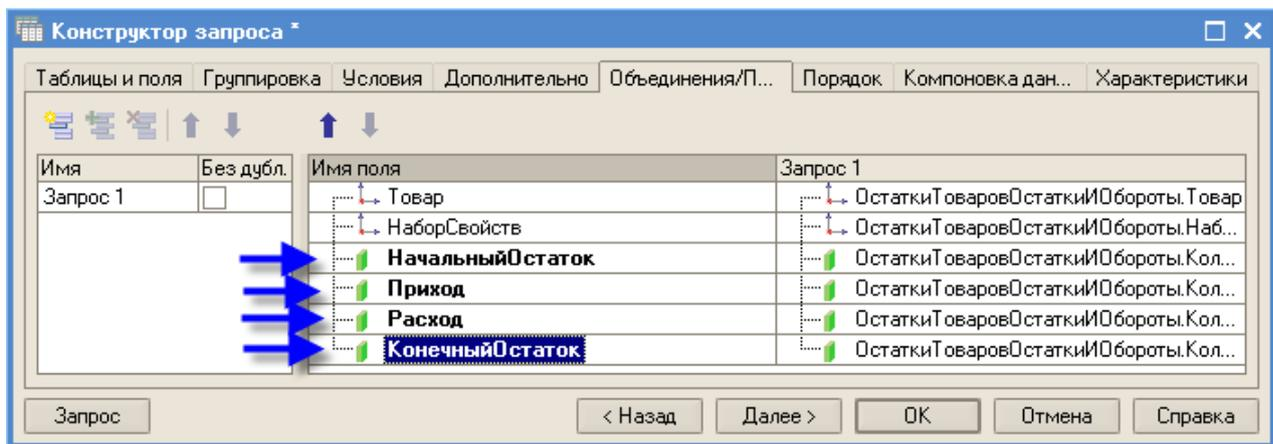

Рис. 142
- перейдите на закладку *Объединения/Псевдонимы* конструктора запросов и задайте псевдонимы числовых полей, исключив слово “Количество” (рис.142);